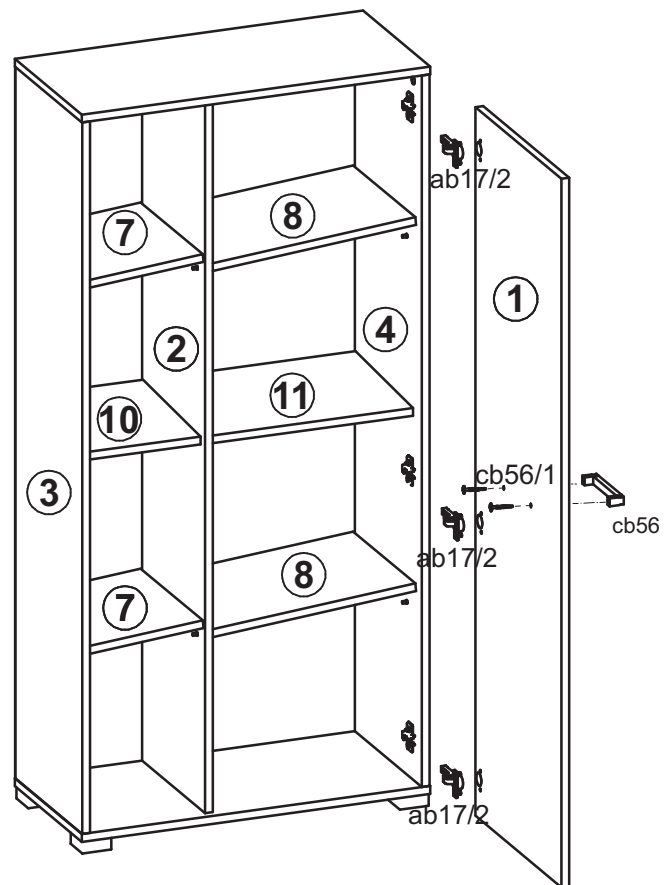

Рисунок 7
11. Положить дверь **1** фасадной поверхностью вниз на ровную поверхность и закрепить на ней петли шарнирные **ab17/2** при помощи шурупов **p25**, навесить дверь **1** на корпус шкафа, совместив петли шарнирные **ab17/2** с ответными планками петель **ab17/1**. При необходимости отрегулировать положение дверей вращая регулировочные винты (см. рис. 7).
12. На внутренней поверхности двери **1** в отверстия **Ø5мм** вставить шурупы **cb56/1**. совместить отверстия ручки **cb56** с резьбой шурупов и завернуть шурупы **cb56/1**, удерживая ручку (см. рис. 7).
13. Установить полки переставные **7,8** на полкодержатели **d1** (см. рис. 7). **ВНИМАНИЕ!** В комплекте фурнитуры имеется лента фиксирующая **n26** с шурупом **p25** и дюбель **f35** с шурупом **p17** для крепления изделия к стене в целях предотвращения его опрокидывания. Для этого необходимо в месте установки изделия разметить и просверлить с помощью электродрели отверстие в стене на **30 мм** ниже уровня детали **5** изделия, забить с помощью молотка дюбель в отверстие в стене, закрепить ленту фиксирующую **n26** шурупом **p25** к задней кромке детали **5** изделия, завернуть шуруп в дюбель сквозь отверстие в ленте фиксирующей **n26**.